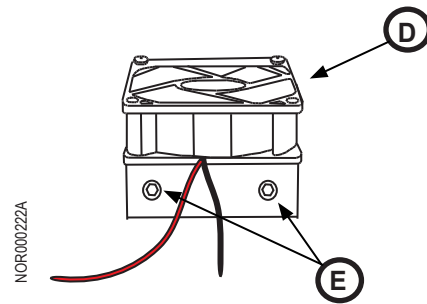

Fig. 5: Montaje de los ventiladores
2. En la parte posterior del refrigerador, saque los tornillos de montaje (fig. 5, E); del ventilador. Saque el conjunto de ventilador / soporte (fig. 5, D) y póngalo aparte.